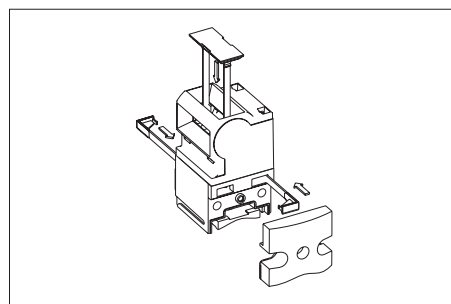

Bild 2: Einsetzen der Sicherungkeile und der Schlitzabdeckung
- ▶ Zum Verdreheschutz beiliegende Sicherungkeile einsetzen (Bild 2). Ein weiteres Umstellen der Betätigungsrichtung ist dann nicht mehr möglich.
- ▶ Nicht benutzten Betätigungsschlitz mit beiliegender Schlitzabdeckung verschließen (Bild 2).